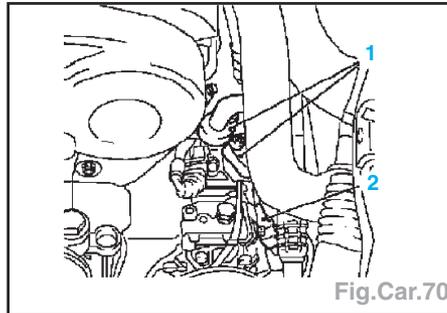

Fig.Car.70
- Déverrouiller et retirer la fiche de faisceau de compresseur (2) et les 2 vis des conduites de refroidissement (1) et refermer (Fig.Car.70).